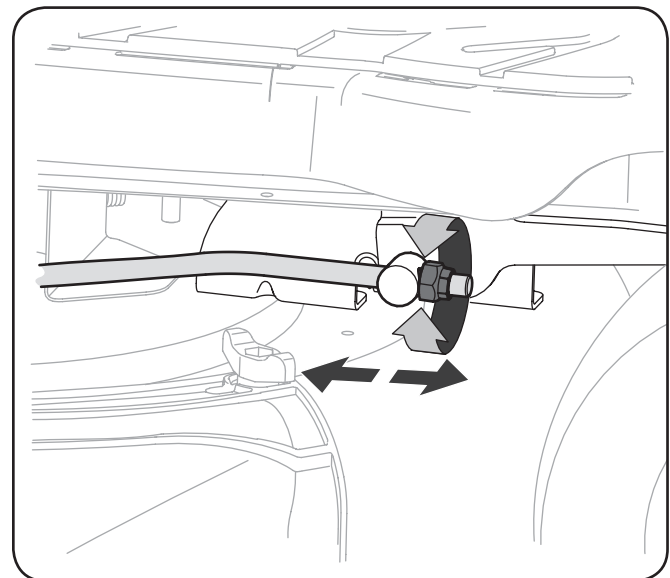

Figura 6-4
- Ubique la tuerca de seguridad con brida en el extremo frontal de la varilla de elevación de la PTO. Vea la Figura 6-4.